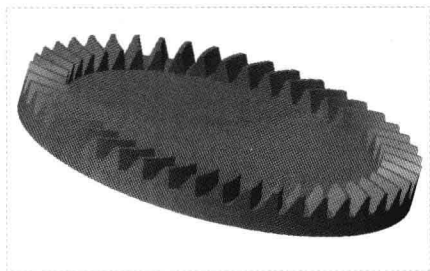

图 14-60 创建拉伸切除特征 2
Step 17 单击“应用并保存在工具中所做的所有更改，然后关闭工具操控板”按钮 ，完成拉伸切除特征的创建，如图 14-60 所示。